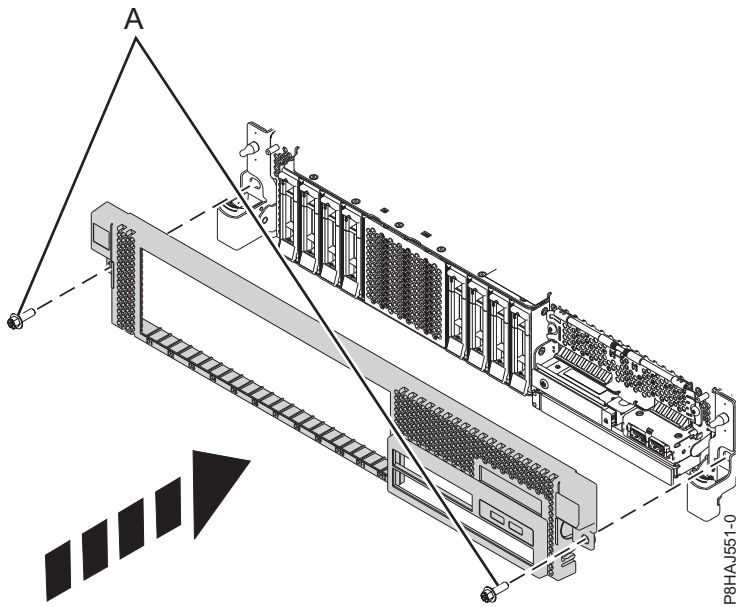

Abbildung 19. Vordere Abdeckung installieren
3. Schließen Sie die Entriegelungshebel durch Drücken in die in Abb. 19 auf Seite 38 dargestellte Richtung. Die Abdeckung schnappt ein und weist eine Vertiefung auf, an der Sie sie leichter festhalten können.
4. Bringen Sie die Transportschrauben (A) wieder an.